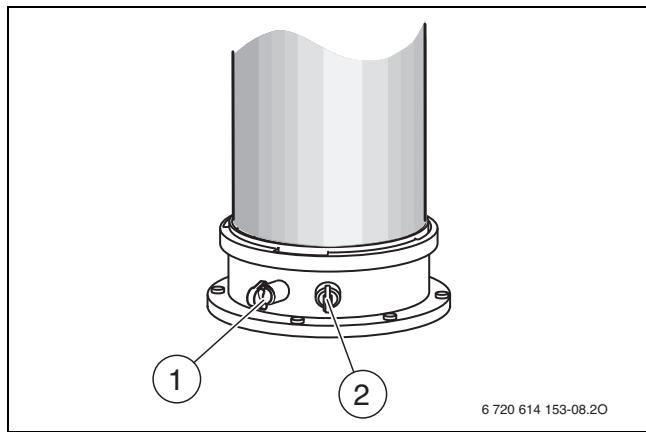

Fig. 47 Tubulure de mesure des fumées et de l'air de combustion
- ▶ Retirer le bouchon sur la tubulure de mesure de l'air de combustion (→ fig. 47,[2]).